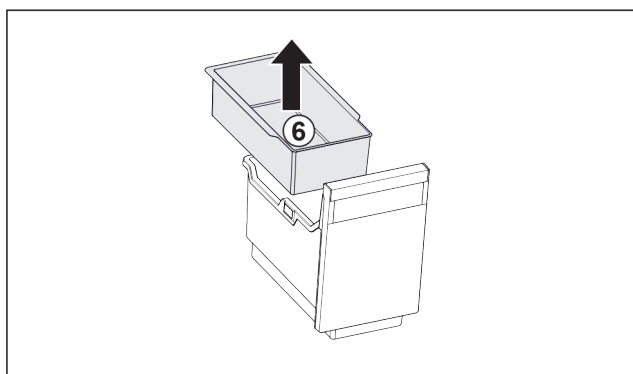

Fig. 100
- Odoberte závesnú misku Fig. 100 (6).